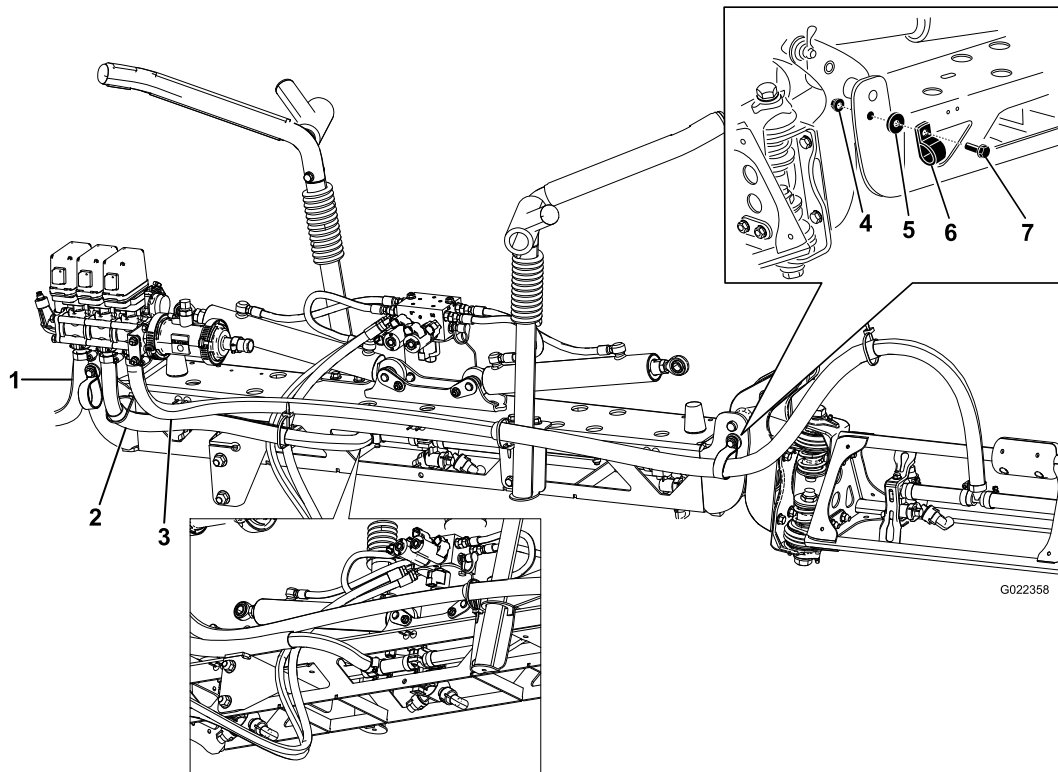

Bild 23
1. Verlegen Sie die Auslegerschläuche wie in Bild 23 dargestellt.
Hinweis: Befestigen Sie die Schläuche und die R-Schellen mit einer Ansatzschraube, einer Scheibe und einer Mutter, wie in Bild 23 abgebildet.